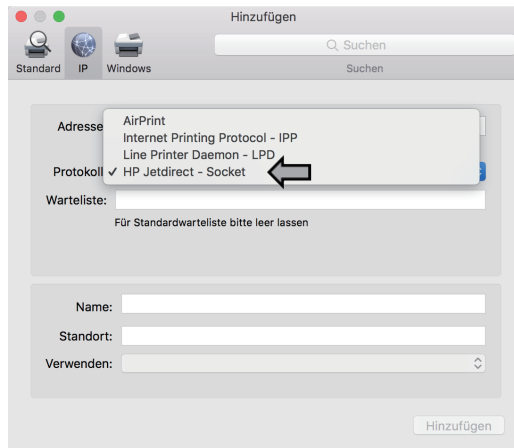

Fig.9
④ Klicken Sie auf das Dropdown-Menü „Protokoll“ und wählen Sie „HP Jetdirect – Socket“ aus (nur das Socket-Protokoll wird unterstützt) (siehe Abbildung 9).